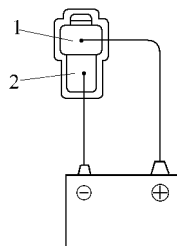

图 19-41 检查前鼓风机电动机
(1) 检查前鼓风机电动机。将正极（+）导线从蓄电池连接到端子 1，负极（-）导线连接到端子 2，如图 19-41 所示，检查电动机的运转是否平稳。